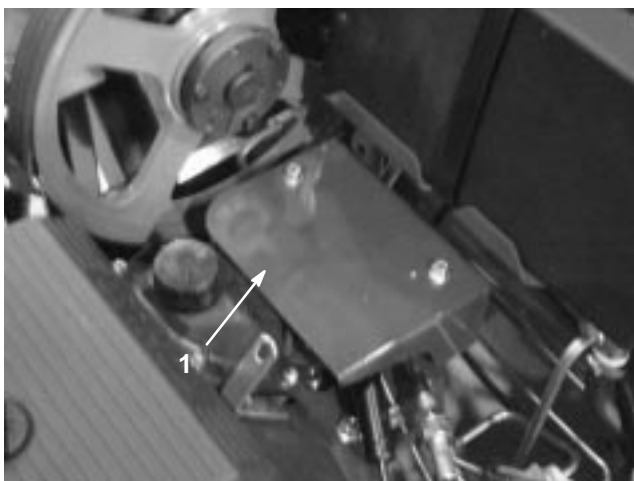

Figure 57
2. Retirez les (2) écrous de fixation du déflecteur de la pompe et déposez le déflecteur (Fig. 57).